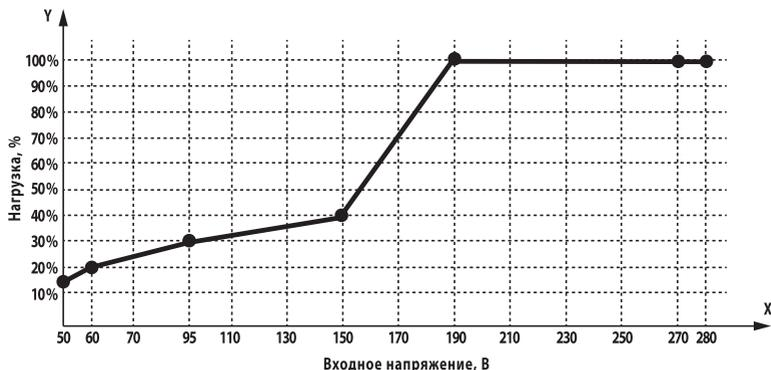

Рис. 1
**Расчет мощности произведен для работы стабилизатора при входном напряжении от 190 В. Если напряжение ниже 190 В, необходимо учитывать поправку согласно рис. 1.*